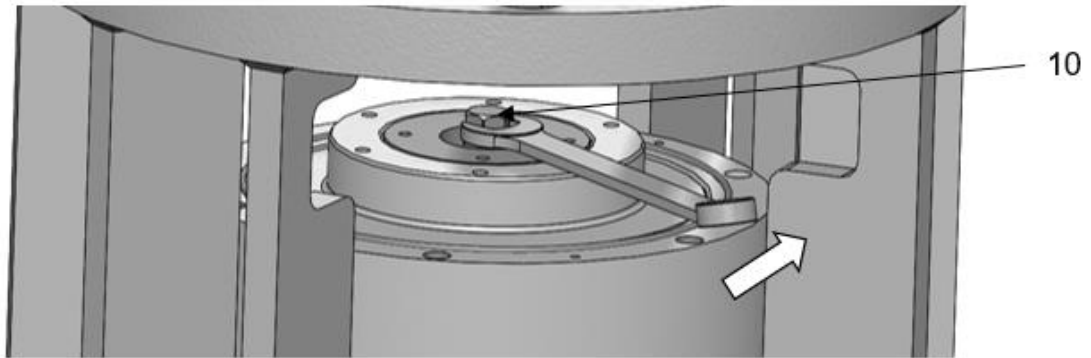

Bild 5.4
4. Drehen Sie die Einstellschraube **10** mit einem 22mm Schraubenschlüssel gegen den Uhrzeigersinn, um den Reibbelaghalter anzuheben, bis genügend Platz vorhanden ist, um den Reibbelag leicht herauszunehmen Bild 5.4 Achten Sie darauf, dass Sie die Schraube nicht mit Gewalt in die äußerste Position bringen.